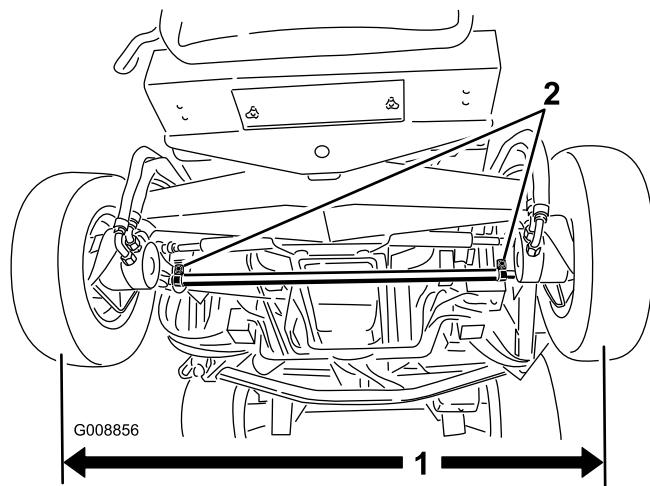

Figura 76
- Mida la distancia entre centros (a la altura del eje) en la parte delantera y trasera de los neumáticos de dirección (Figura 76).
- Para ajustar, afloje las abrazaderas en ambos extremos de las bielas (Figura 76).